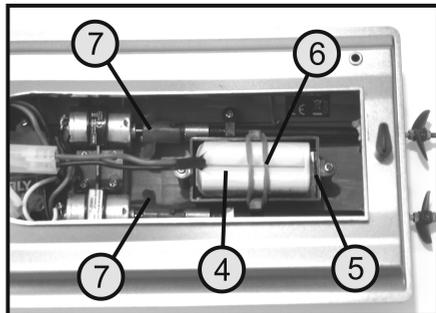

Bild 6
1. Drehen Sie den Arretierungs-Hebel (siehe Bild 6, Pos. 1) zur Seite und heben Sie die Kabinenhaube nach oben ab.